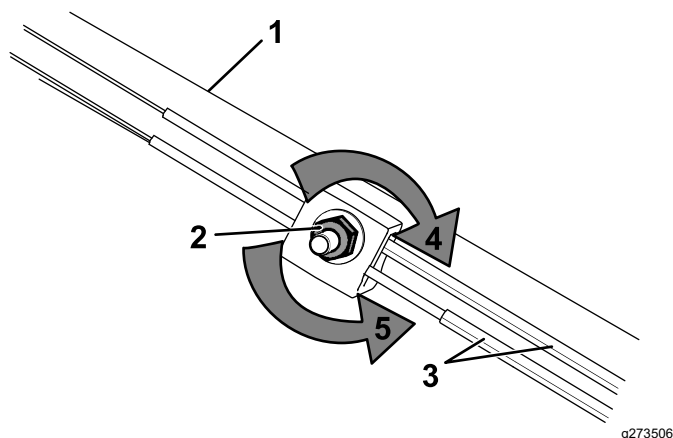

Bild 31
1. Drehen Sie die Einstellmutter nach links, um die Zueinstellungen zu lösen (Bild 31).
2. Stellen Sie die Spannung der Züge (Bild 31) ein, indem Sie sie zurückziehen oder nach vorne drücken und in dieser Stellung arretieren.